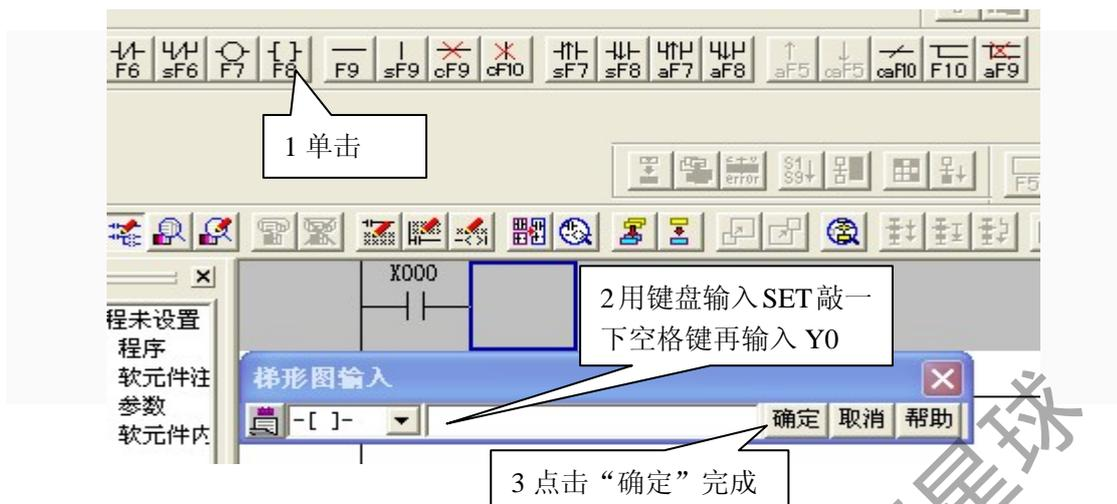

图 6-29 SET 电路编写
(1) 单击  符号在弹出对话框输入“X0”点击确定, 然后再单击  符号在弹出对话框输入如下图 6-29: